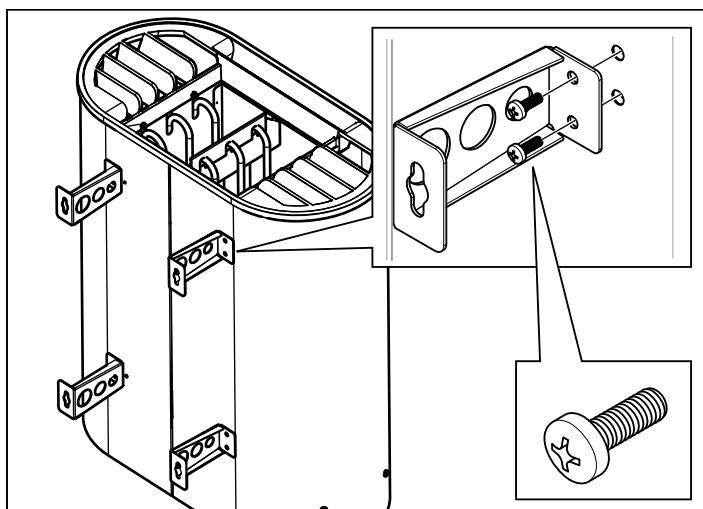

Fig 7: Montera konsolerna på aggregatet
5. Montera konsolerna på aggregatet, se Fig 7, sidan 3.